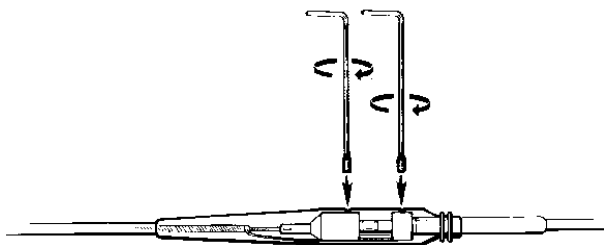

Abbildung 2. *Einschrauben der Fixierschrauben in die vorgebohrten Schraubengänge am Adapter.*
3. Mit den beiliegenden Sechskantschlüsseln mit angebrachter Fixierschraube je eine Fixierschraube auf beiden Seiten des Adapterbuchsenendes einschrauben (siehe Abbildung 2).